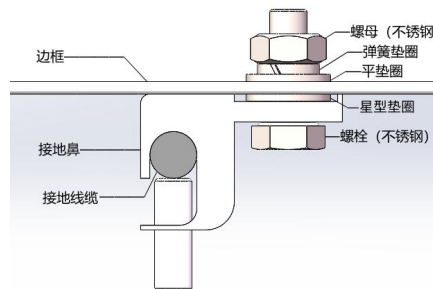

图21 接线鼻配合螺栓安装示意图
- 使用接线鼻配合螺栓安装：首先将接地电缆头剥线合适的长度，剥线过程中注意不要损伤金属线芯，并将剥过线的接地电缆线头插入接线鼻的插口内，再将紧固螺钉拧紧，使用不锈钢螺栓和连接件将接线鼻连接到铝边框上，安装示意图 21。